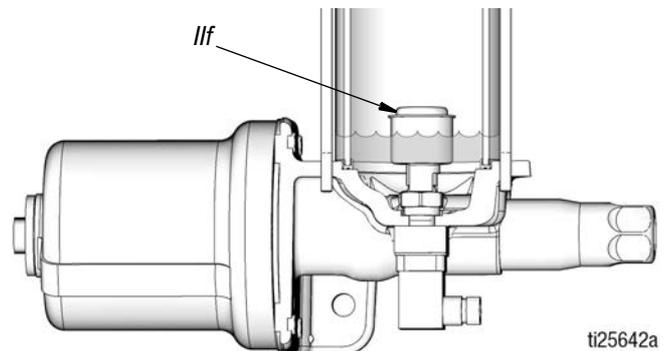

Fig. 10: Galleggiante basso livello in posizione inferiore
Quando viene erogato l'olio, il galleggiante basso livello inizia a spostarsi verso il basso. Quando l'olio nel serbatoio raggiunge il livello basso, il galleggiante completamente spostato verso il basso (come mostrato in FIG. 10) apre l'interruttore livello basso normalmente chiuso e viene inviato al controller (J) un segnale livello basso.